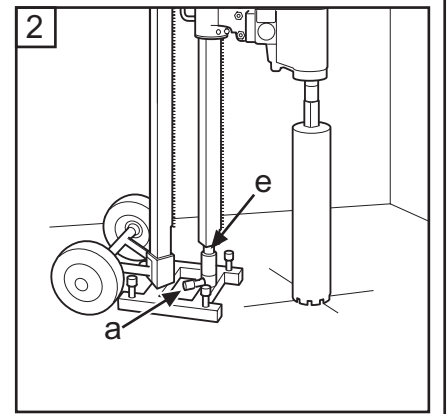

Fig. 15
5. Controllare la posizione della testa di foratura. Regolare la colonna di foratura allentando le due viti di bloccaggio (b e c). Serrare a fondo le viti prima della foratura. Bloccare la vite del montante nel relativo manicotto con la vite di bloccaggio (a) e il dado (e); serrare con la chiave da 24/30 mm (fig. 15).
5. Die Lage der Bohrkronen prüfen. Die Bohrsäule durch Lösen der beiden Sicherungsschrauben (b und c) richtig einstellen. Die Schrauben vor dem Bohren richtig fest anziehen. Die Stempelschraube mit Sicherungsschraube (a) und Mutter (e) in der Sicherungshülse verriegeln, mit einem 24/30-mm-Schraubenschlüssel festziehen (Abb. 15).
5. Contrôler la position du trépan. Régler le pilier de forage en desserrant les deux vis de blocage (b ou c). Serrer fortement les vis avant de commencer à forer. Verrouiller la vis du poteau dans la rondelle de blocage avec la vis de blocage (a) et l'écrou (e) et serrer à l'aide d'une clé de 24/30 mm (Fig. 15).
5. Controleer de stand van de boorkop. Stel de boorkolom af door de beide borgschroeven (b en c) los te draaien. Zet de schroeven goed vast voor u gaat boren. Zet de stutschroef vast in de borghuls met borgschroef (a) en moer (e), draai vast met 24/30 mm sleutel (Fig. 15).